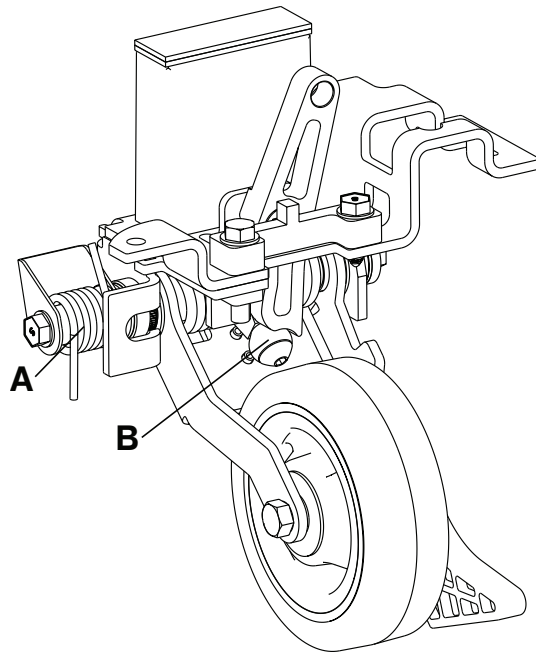

Figura 22 – Lubrificazione della quinta ruota retrattile
3. Applicare grasso MPG-3 sulla molla (A) e sul rullo (B) (Figura 22).